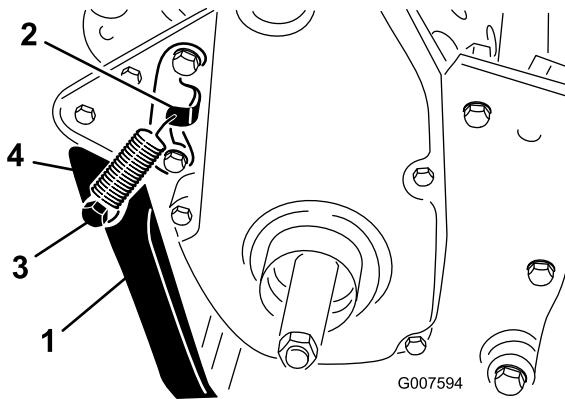

Figura 6
2. Agganciate la molla nel foro della staffa a molla e nel prigioniero a molla, allineando contemporaneamente il cavalletto con i fori di montaggio dell'intelaiatura posteriore (**Figura 6**).
3. Montate il cavalletto su ogni lato del telaio utilizzando il bullone, il distanziale, la rondella di spinta e il dado di bloccaggio (Figura 6).